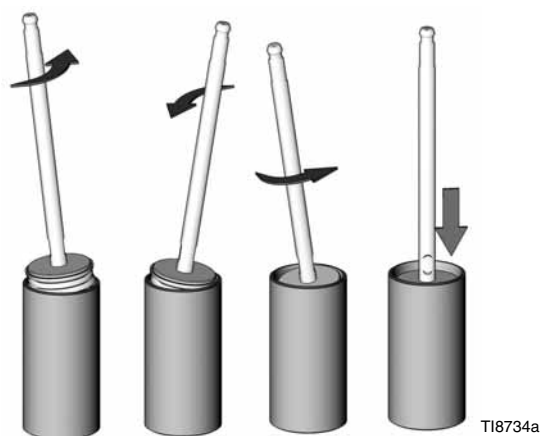

FIG. 6
8. Lubrifiez l'intérieur du cylindre (4). Faites glisser l'ensemble de piston dans le cylindre. Tournez le piston comme indiqué dans la FIG. 6.